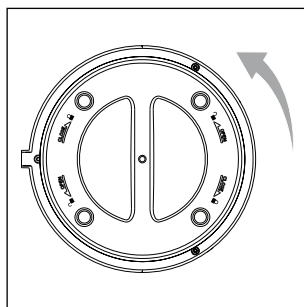

Fig. 3
3. Ruotare leggermente il coperchio dell'alloggiamento **9** sul lato inferiore dell'apparecchio in senso antiorario in direzione **OPEN**, al fine di aprirlo (vedere Fig. 3). Rimuovere quindi il coperchio dell'alloggiamento **9** dall'apparecchio.